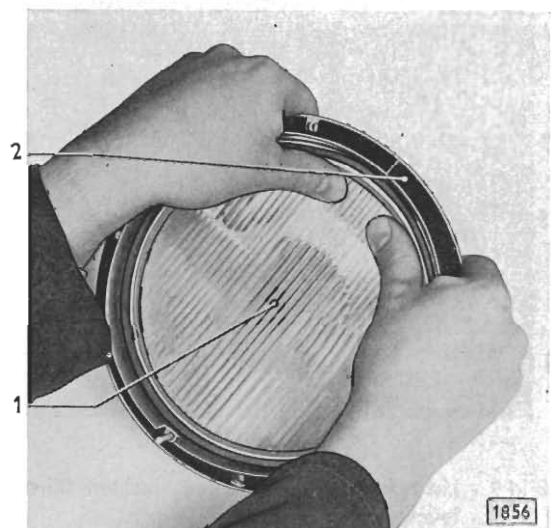

Bild 7 - Scheinwerferglas aus Tragring herausdrücken
4. Scheinwerferglas mit Gummiring, wie in Bild 7 gezeigt, mit beiden Daumen aus Tragring (7/2) herausdrücken.